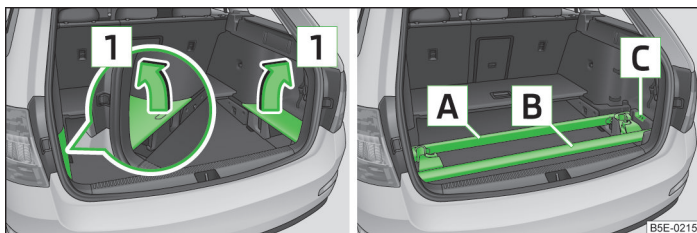

Fig. 87 Retrait des revêtements latéraux / rangement correct de la galerie de toit
- Retirez les revêtements latéraux du coffre à bagages dans le sens de la flèche **1** » fig. 87.
- Remettez en place les revêtements latéraux du coffre à bagages dans le sens opposé à la flèche **1** » fig. 87.
- Les clés pour la galerie de toit peuvent être rangées dans la dépression **C** » fig. 87.